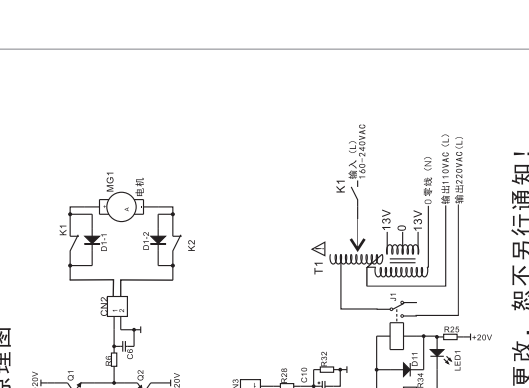

图5 接线图
5.2 按图5示意图进行接线, 根据稳压器容量大小选择合适的导线, 并接好接地保护线, 以确保安全。